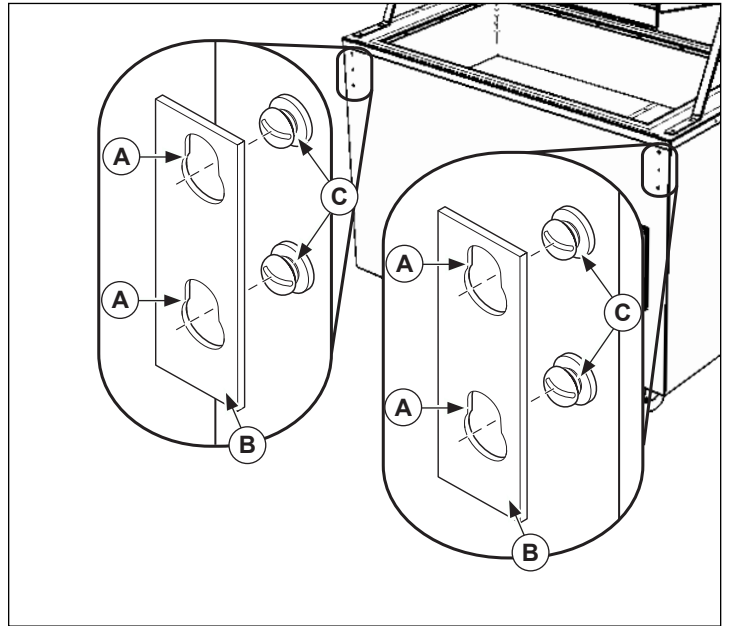

Figura 7. Retiro e instalación de los soportes.
1. Para instalar el posaplatos, el deslizador de bandejas y la tabla para cortar: Deslice los orificios (A) en los soportes (B) sobre los tornillos (C). Consulte la Figura 7.